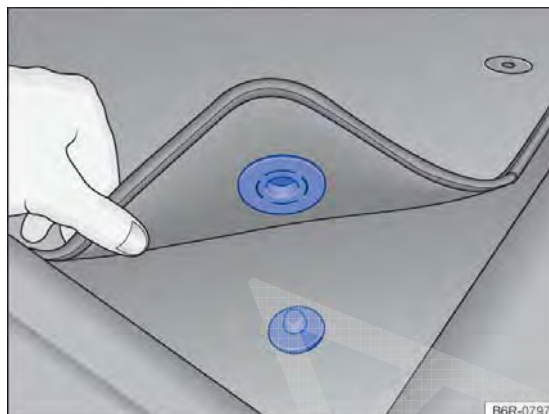

Fig. 16 Tapete dianteiro do lado do condutor com fixação no pino do carpete.
- ✓ Acomodar bem o tapete na área para os pés do lado do condutor de modo que ele não obstrua a área dos pedais. Dependendo da versão do veículo, o tapete dianteiro do lado do condutor pode ter fixação no pino do tapete → Fig. 16.